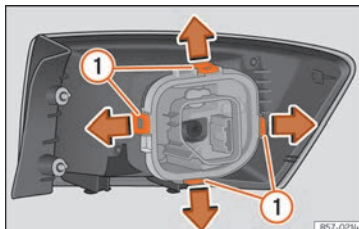

Fig. 115 Lengüetas de fijación en la parte posterior de la unidad de luz trasera.
7. Desmonte el portalámparas desbloqueando las lengüetas de fijación »» fig. 115 ①.